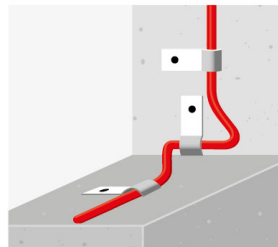

Abb. 2
- bei sehr großen Wandstärken ($d > 60$ cm): im Abstand von 25 cm von der Wasserseite verlegen (Einbau in Eckbereichen: Abb. 2)